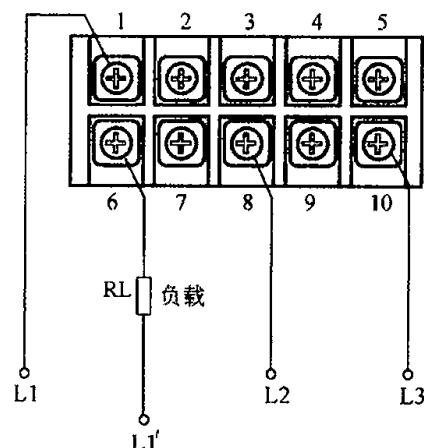

图 96 SHD1634 II /SHD1635 II 数字相位/功率因数表接线图
96. SHD1634 II /SHD1635 II 数字相位/功率因数表接线图（见图 96）